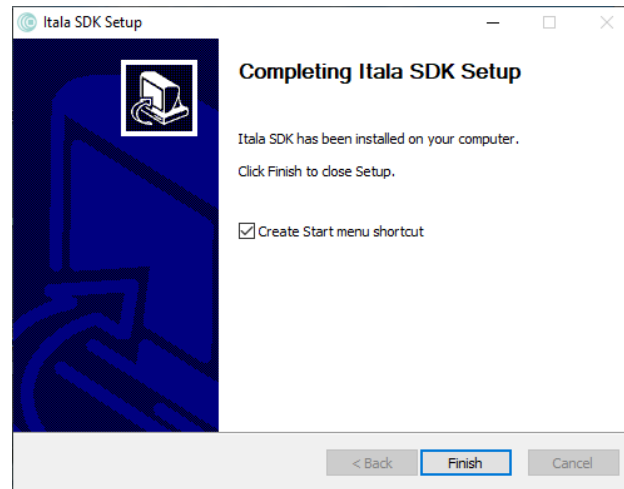

Figure 19: Itala SDK 安装成功。
7. Itala SDK 将自动安装。可以监控进度条以检查安装状态。安装结束后，将显示一个确认窗口 (图 19)。